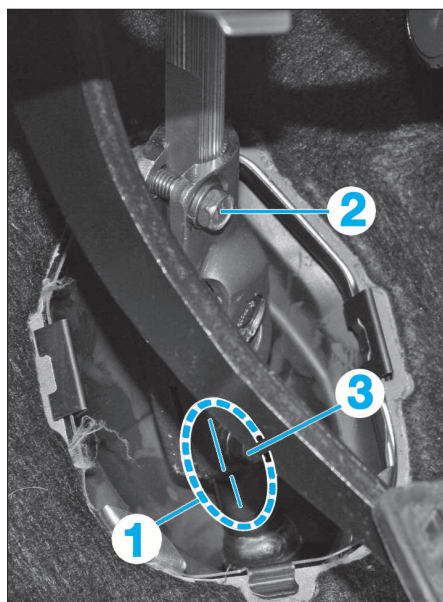

FIG. 1
- Déposer l'arbre supérieur de direction (fig. 1) :
- faire des repères d'alignement (1).
- desserrer la vis (2) et déposer la vis (3).